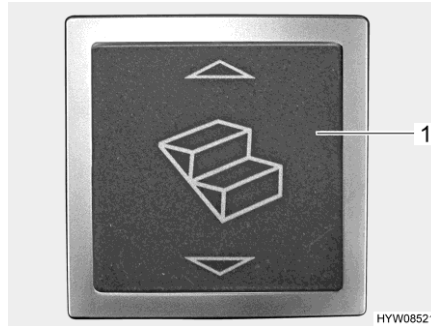

Fig. 6 Interruttore a bilico dello scalino di ingresso (zona di ingresso)
- Premere l'interruttore a bilico (Fig. 6,1) nella zona di ingresso.